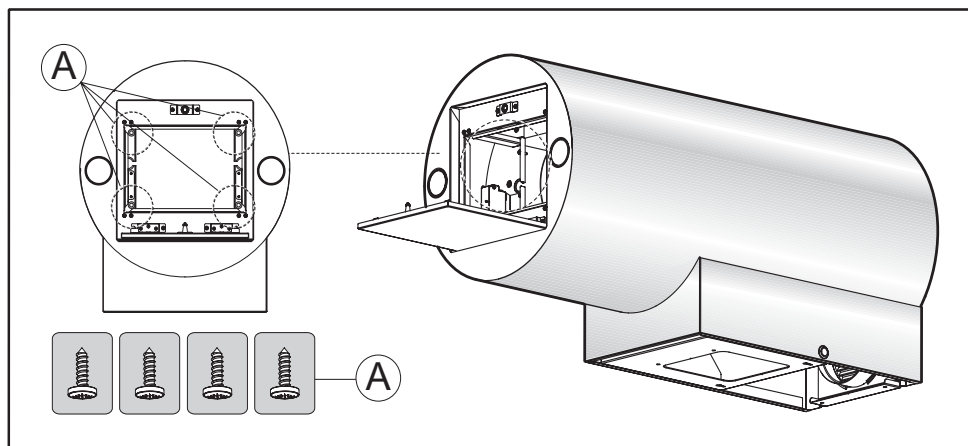

Fig.3
- Retirez les quatre vis **A** comme illustré (fig. 3).